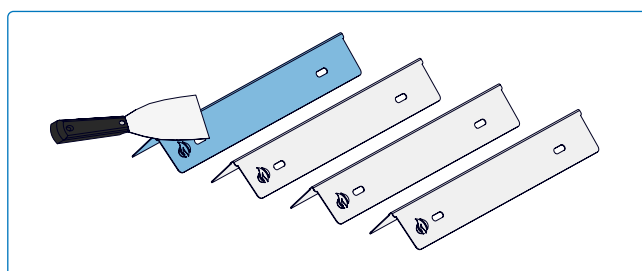

Fig. 22
5. Retirez les diffuseurs et brossez les débris des brûleurs à l'aide d'une brosse métallique (**fig. 22**).